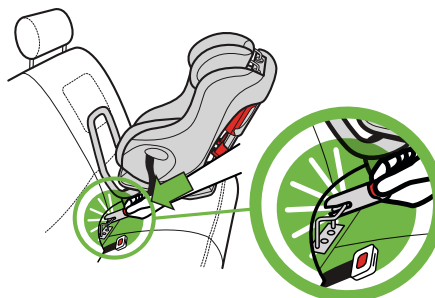

Figure 51
- Alignez le connecteur DUA avec l'ancrage inférieur du véhicule et poussez le connecteur DUA contre l'ancrage jusqu'à ce que le connecteur DUA fasse un déclic, tel qu'illustré dans la **Figure 51**.